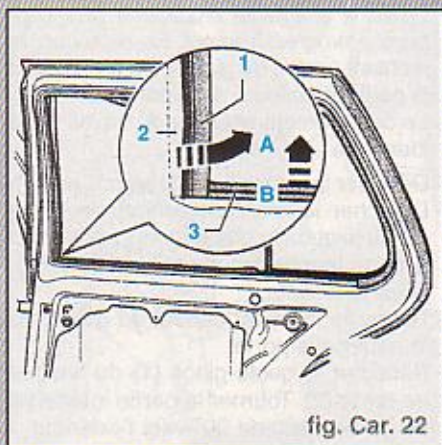

fig. Car. 22
(flèche A), puis retirer l'étanchement de pertuis de glace (3) par le haut (flèche B) (fig. Car. 22).